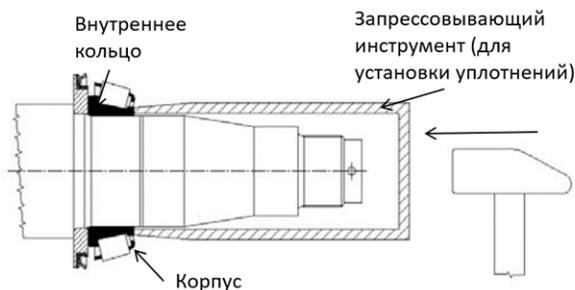

рисунок 47 — Сборка колесных подшипников
4. Наденьте внутреннее кольцо большого подшипника на вал до упора. Следите за тем, чтобы не повредить корпус подшипника. При необходимости используйте приспособление для установки внутреннего кольца, роликов и корпуса на вал (см. рисунок 47). Усилие следует прикладывать только к внутреннему кольцу, а не к корпусу или роликам, иначе можно повредить подшипник.